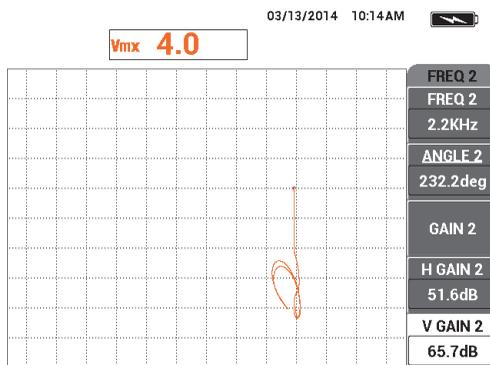

Рис. 5-128 Настройка значения В УСИЛ 2
22. Поместите преобразователь на риску В, затем, удерживая преобразователь в данном положении, настройте вертикальное усиление **В УСИЛ 2** (клавиша E) так, чтобы смешанный сигнал растянулся на 4 деления вверх от нулевой точки (см. Рис. 5-128 на стр. 231).